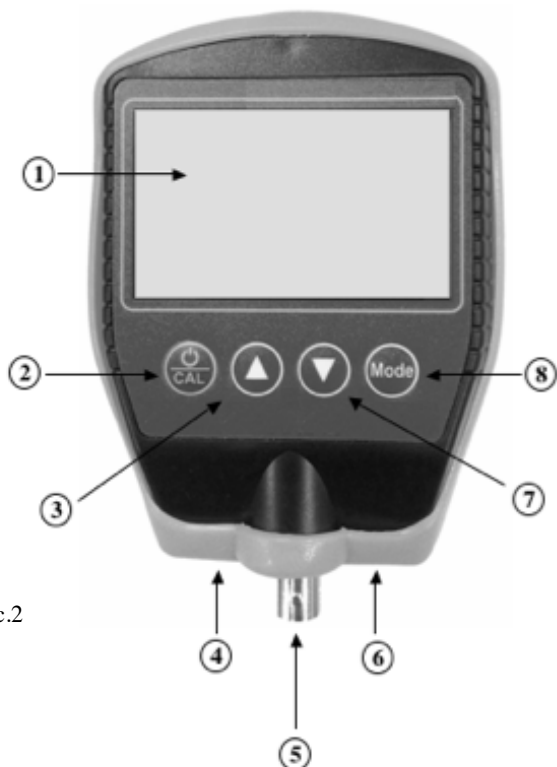

Рис.2
#### ОПИСАНИЕ ОСНОВНОГО УСТРОЙСТВА (см. Рис. 2)
4. При наличии блока питания от электросети (приобретается дополнительно), подключите разъем блока питания к разъему основного блока (см. п.6, Рис.2). Воткните блок питания в розетку бытовой электросети.